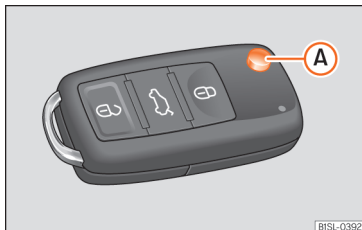

Abb. 97 Schlüssel mit Funkfernbedienung.
Durch Drücken der Taste » Abb. 97 A wird der Schlüsselbart entriegelt und klappt heraus.
- Wenn die Tasten im Fahrzeugschlüssel »Abb. 97« oder eine der Zentralverriegelungstasten »Seite 104« innerhalb kurzer Zeit mehrfach hintereinander betätigt werden, schaltet sich die Zentralverriegelung kurzzeitig ab, um sich vor Überlastung zu schützen. Das Fahrzeug ist dann entriegelt. Bei Bedarf sperren.